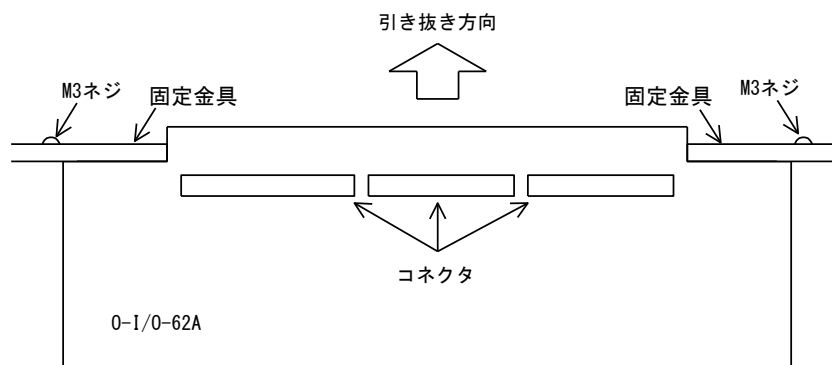

図7. PLC基板取り外し方法
- ① 盤の電源スイッチ（#8D、#8A）を切りにする。
- ② 送量部背面のコネクタ、配線を取り外す。
- ③ 前面扉を開く。
- ④ 前面四隅のシャーシ固定ネジを取り外す。
- ⑤ 前面パネルごと、シャーシを引き出す。
- ⑥ PLC基板（0-I/O-062A）の基板とLED表示基板（0-I-204A）を接続しているコネクタ（図7）を取り外す
- ⑦ PLCを固定している金具の取り付けネジを緩める。
- ⑧ PLC基板を引き抜く
- ⑨ 新しいPLC基板を左右のガイドに沿って差し込み、最後まで押し込む。
- ⑩ 逆の手順により、送量部を元に戻す。